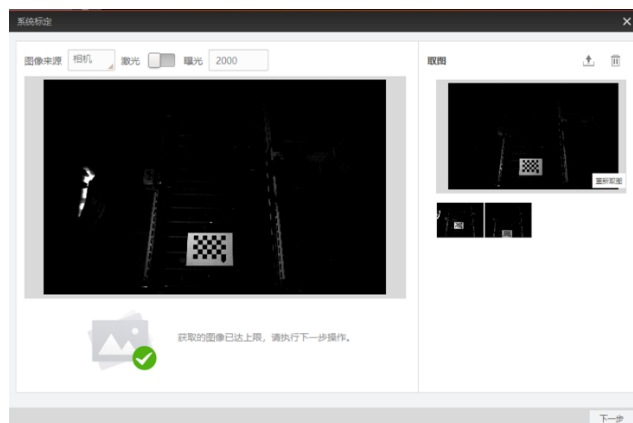

图3-13 获取图像完成
5. 通过窗口下方的“取图”获取两张图像，如 图3-13 所示。